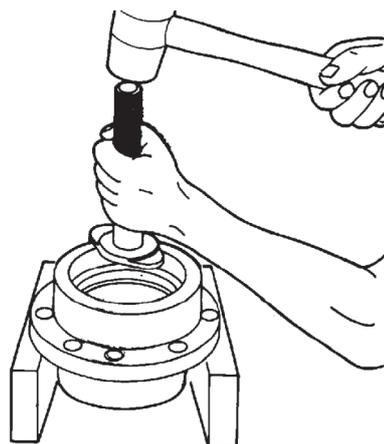

Figura 38
- C. Saque, se necessário, as capas dos rolamentos dianteiro e traseiro, utilizando um extrator adequado ou uma prensa (Figura 38);